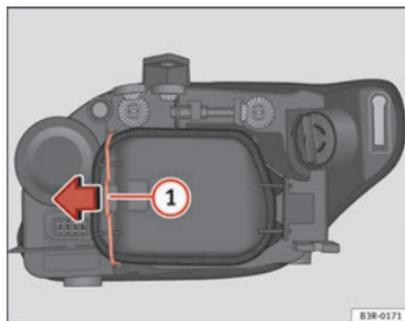

Fig. 195 Luzes de presença (lado exterior do veículo)
- Desloque o tirante ⇒ Fig. 195 ① no sentido da seta e retire a tampa rígida separando primeiro o lado do tirante e retirando depois as duas patilhas da extremidade contrária da tampa.